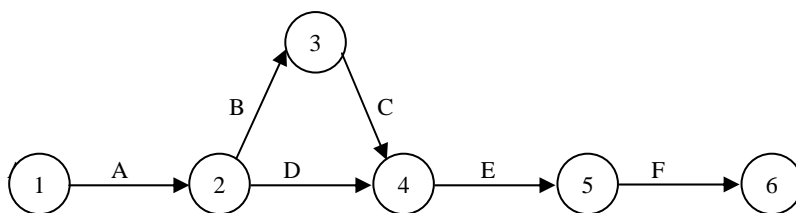

图 9-3 箭线型网络图
网络图由结点、箭线以及结点和箭线连成的线路组成。根据结点和箭线的含义不同，网络图有箭线型和结点型之分。本章以箭线型网络图为主来研究网络计划技术。图 9-3 为一简单的箭线型网络图。
2. 网络图中的结点编号要保证做到使每一项活动的箭头结点号 j 大于箭尾结点号 t 。结点编号后，活动可用箭尾结点号及箭头结点号来表示。如图 9-3 中的活动 A。可用代号[1-2]